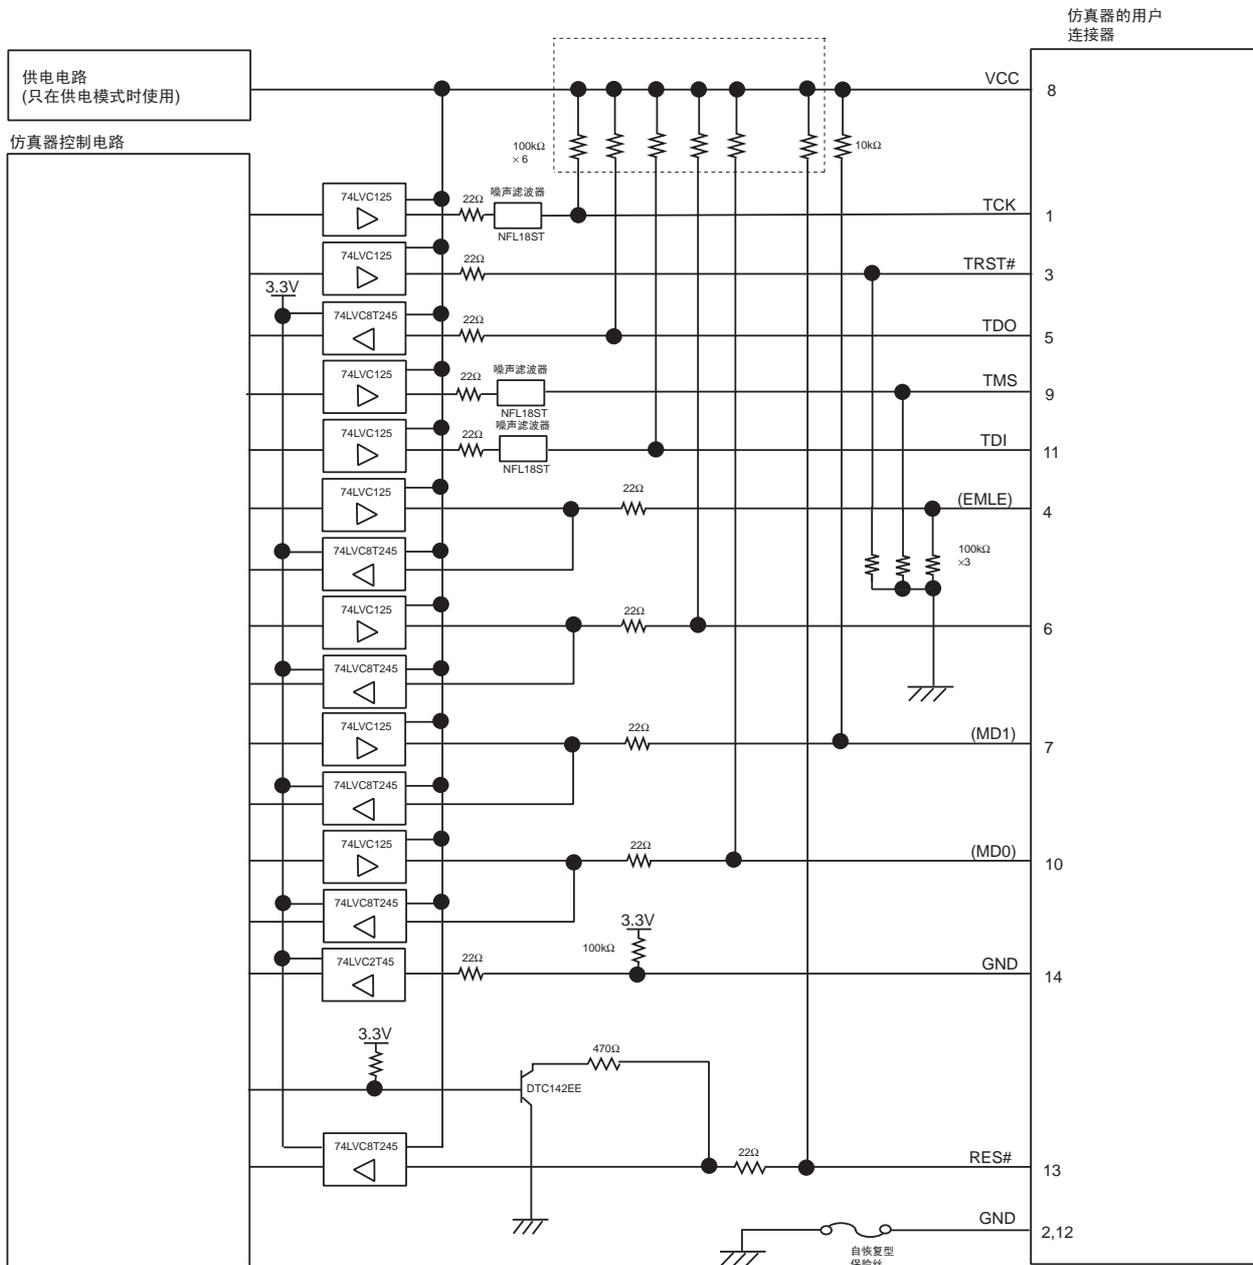
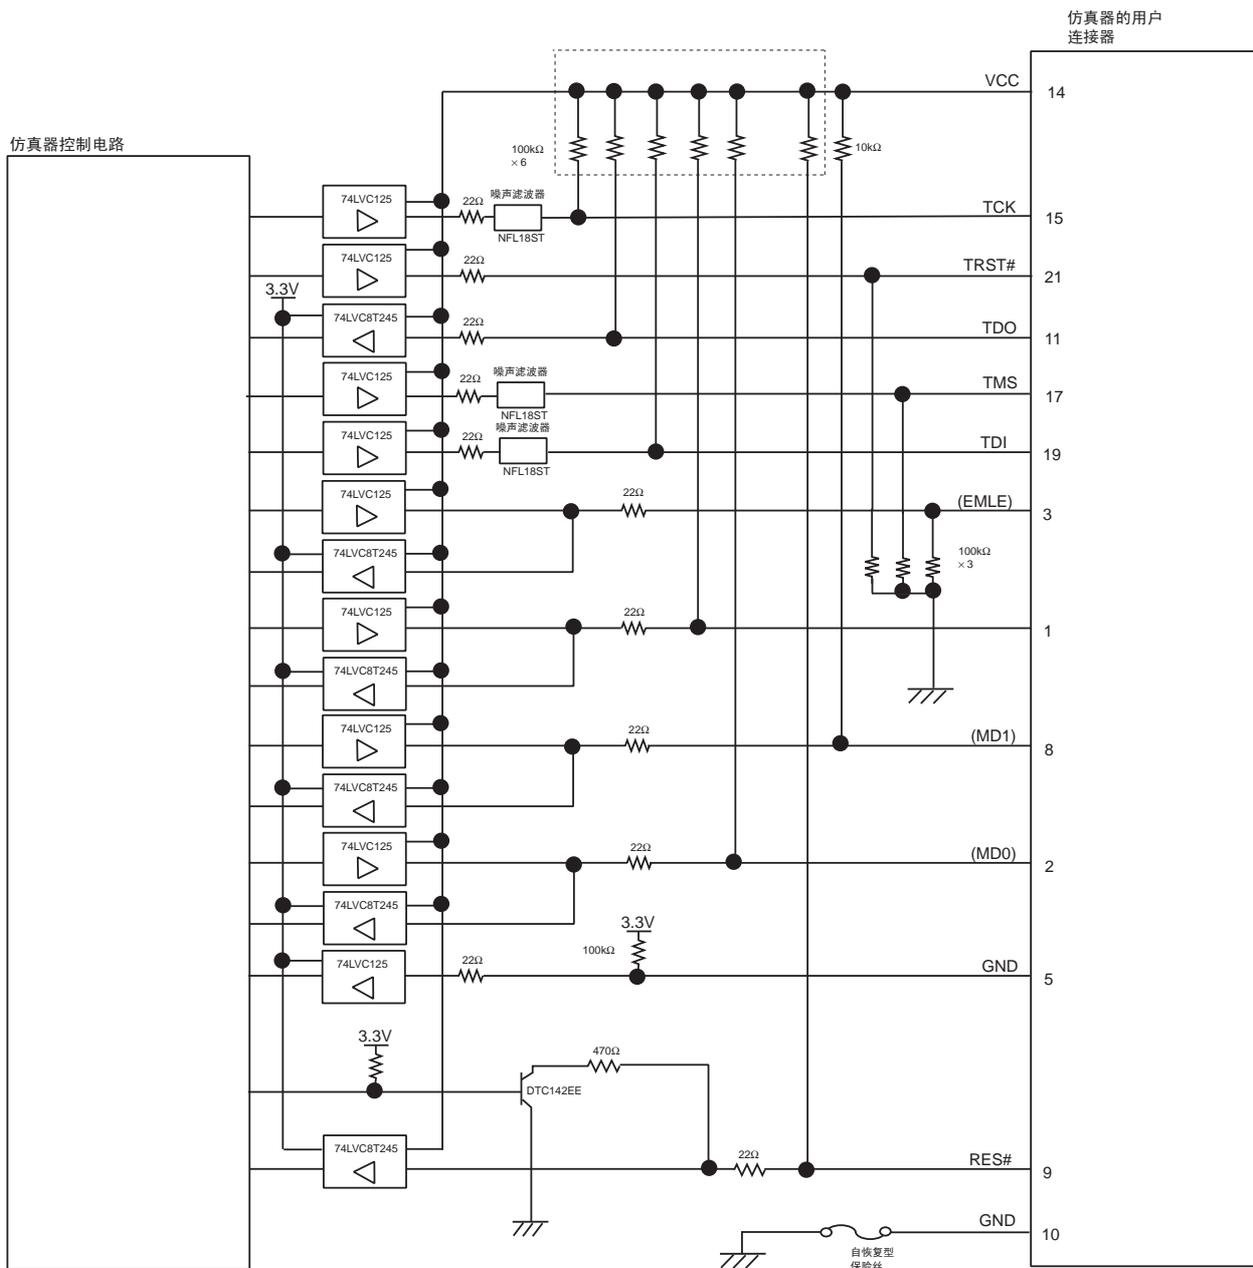
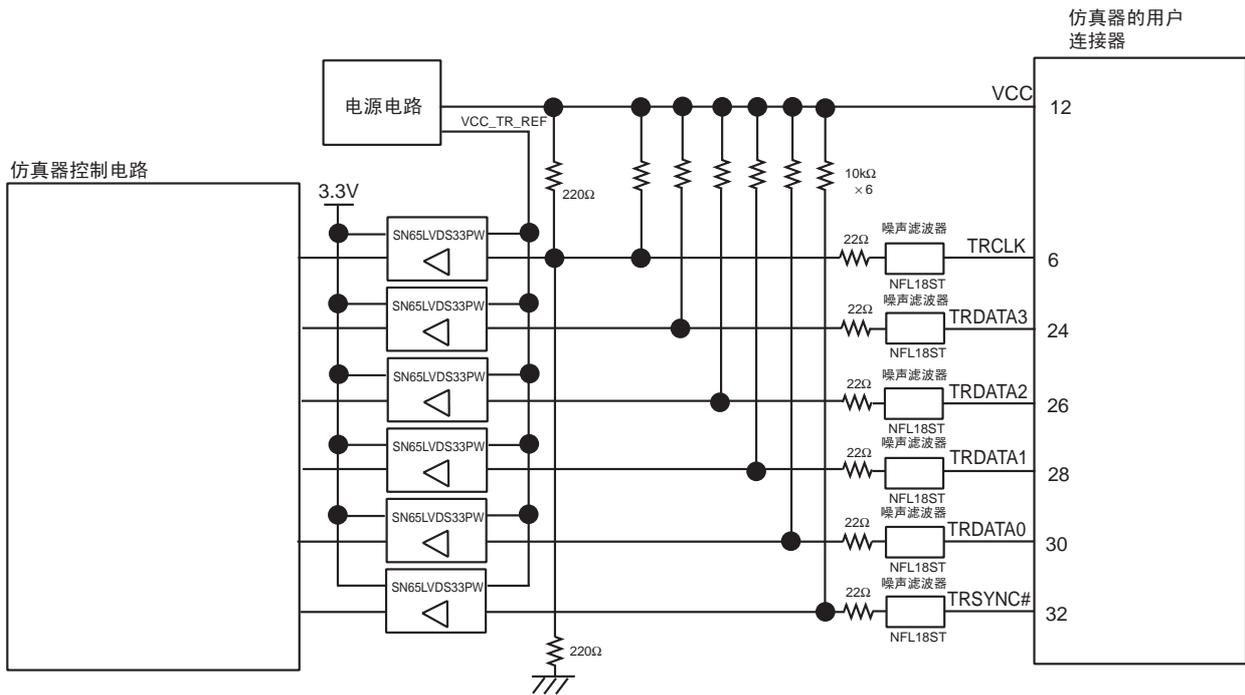

图 2.14 E1 的内部接口电路
图 2.15 E20 的内部接口电路
图 2.16 E20 的内部接口电路 (2) TRACE 电路部分
9. E1 和 E20 的内部接口电路分别如图 2.14 和图 2.15 所示，E20 的内部接口电路的 TRACE 电路部分如图 2.16 所示。